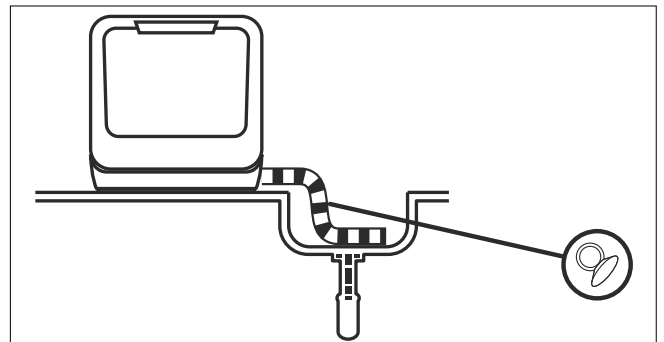
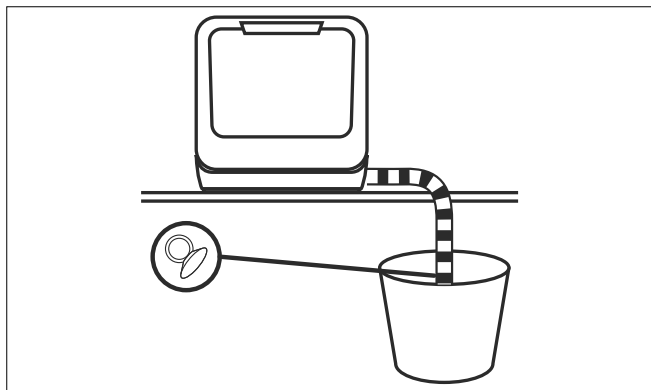

Fig. 10 – Évacuation dans un lavabo
Fig. 11 – Évacuation dans un récipient
- ▶ Suspendez l'extrémité du tuyau d'évacuation dans un lavabo (voir Fig. 10) ou un récipient suffisamment grand (voir Fig. 11).
- ▶ Après avoir installé le raccordement d'eau et la vidange d'eau, branchez la fiche d'alimentation (24) sur une prise de courant.